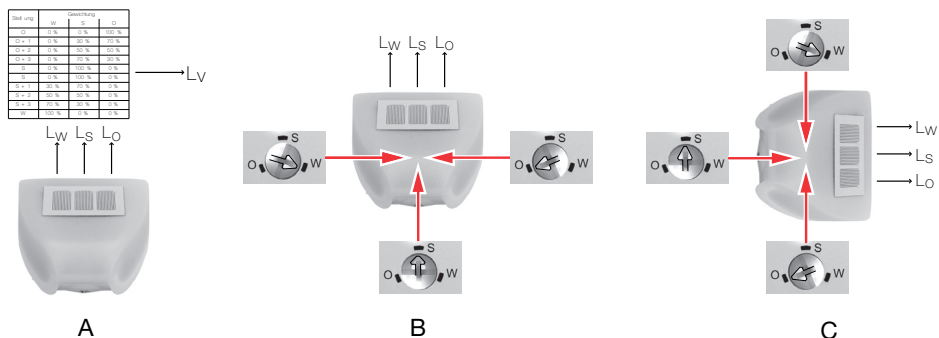

fig. 65 Pondération
**Pondération** Le multicapteur mesure des valeurs de lumière dans 3 directions ( $L_W$ ,  $L_S$ ,  $L_O$ ). La valeur de référence pertinente pour la luminosité et le crépuscule  $L_V$  se compose, en fonction de la position de l'interrupteur rotatif, de la somme des valeurs pondérées  $L_W$ ,  $L_S$  et  $L_O$  (voir tableau au chapitre 14.6.3 et A sur la fig. 65).
Si le multicapteur est orienté vers le sud (B sur la fig. 65), le marquage de l'interrupteur rotatif correspond aux points cardinaux effectifs. S'il est monté dans une autre direction que le sud, p. ex. vers l'ouest (C sur la fig. 65), le marquage est décalé de la déviation par rapport au sud correspondante, p. ex. W=nord, S=ouest et O=sud.